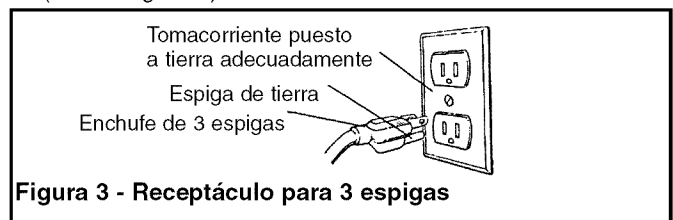

Figura 3 - Receptáculo para 3 espigas
- Esta herramienta viene equipada con un cable y un enchufe de 3 espigas para conexión a tierra (vea la Figura 3) que lo protegen a usted de un electrochoque.
- El enchufe de conexión a tierra se debe enchufar directamente a un receptáculo para tres espigas, adecuadamente instalado y puesto a tierra, como se muestra (vea la Figura 3).